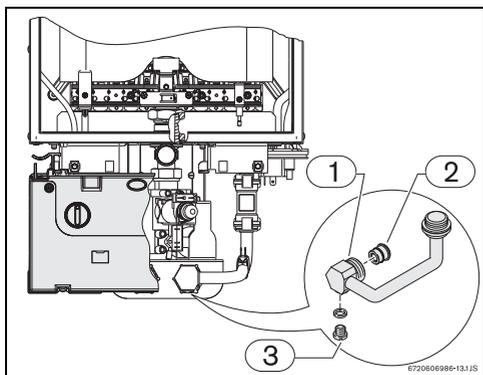

Рис. 12 Продувочный винт
- ▶ Отвернуть продувочный винт (рис. 12), расположенный на водоприемнике.
- ▶ Прибор не должен устанавливаться в местах, где температура окружающей среды может быть ниже 0 °С. Там, где имеется риск замораживания, отсоединить трубы и опорожнить установку (→рис. 12).